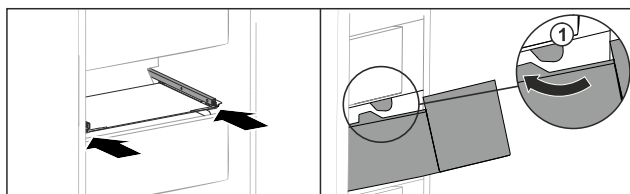

Fig. 198
- ▶ Far passare il cassetto intorno ai fermi Fig. 198 (1).